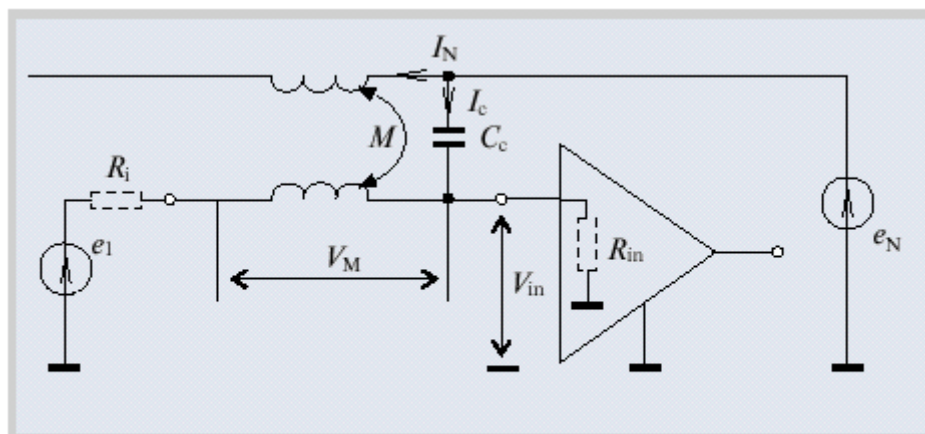

Рис. 11. Пути прохождения ёмкостной и индуктивной помехи от источника  $e_N$
Предположим, что рядом с сигнальным проводом проходит некоторый провод, по которому протекает ток амплитудой  $I_N$  (рис. 11). Тогда вследствие эффекта электромагнитной индукции на сигнальном проводе будет наводиться напряжение помехи  $V_m$ . В случае синусоидальной формы тока амплитуда напряжения помехи, наводимого на сигнальном проводе, будет равна
На рис. 11 этот контур образован сигнальным проводом, входным сопротивлением приемника, проводом "земли" и выходным сопротивлением источника сигнала. Для уменьшения взаимной индуктивности площадь данного контура должна быть минимальной, то есть сигнальный провод должен быть проложен максимально близко к "земле". Эффективную площадь "витка" можно уменьшить, если расположить его в плоскости, перпендикулярной плоскости контура с током, наводящим помехи.
Из формулы (6) следует, что индуктивная наводка увеличивается с ростом частоты и отсутствует на постоянном токе. Напряжение помехи на рис. 11 включено последовательно с источником сигнала, то есть вносит аддитивную погрешность в результат измерения. При бесконечно большом сопротивлении  $R_{in}$  напряжение на входе приемника имеет вид: